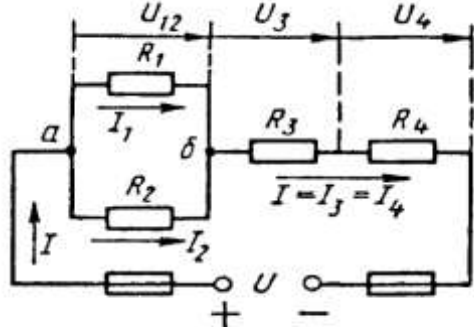

Рис. 1
Условие задачи. Цепь постоянного тока со смешанным соединением состоит из четырех резисторов. Заданы схема цепи (рис. 1), значения сопротивлений резисторов:
2) обозначим токи  $I_1, I_2, I_3, I_4$  на (рис. 1) стрелками и определим их значения из формулы мощности:
Математическая запись для узла б схемы цепи рисунок 1:
В замкнутом контуре (рис. 1) приложенное напряжение  $U$  (аналогично ЭДС при внутреннем сопротивлении источника тока, равному нулю) и падения напряжения